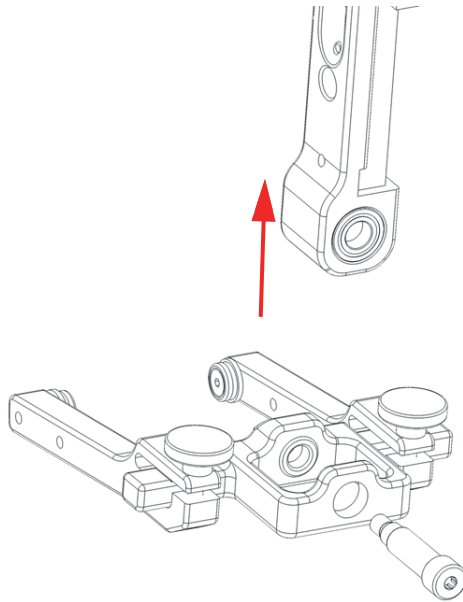

Figura 5-4 Extracción del carril de brazo retráctil
2. Deslice el carril de brazo retráctil fuera de la viga pivotante de horquilla (ver Figura 5-4 en la página 83).